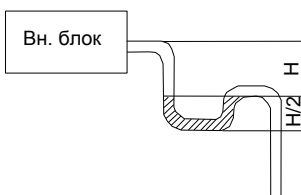

Рис. 4.22
- (4) Если невозможно обеспечить достаточный уклон дренажной линии от блока общей магистрали, следует предусмотреть отдельный стояк.
- (5) Если поток воздуха из внутреннего блока очень большой, то это может привести к появлению разрежения в корпусе блока и подосу воздуха извне в результате. В такой ситуации следует установить U-образный сифон (гидрозатвор) стороне дренажа каждого внутреннего блока подключенного к общей магистрали. (Рис. 4.22)
- (6) Установите один сифон для каждого блока.
- (7) Установка сифона обуславливает необходимость его очистки в будущем.